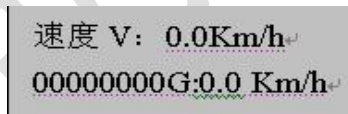

图3-1
- b) 对应终端设备第 8 项菜单[速度和开关量]里 8 个 0，如图 3-1